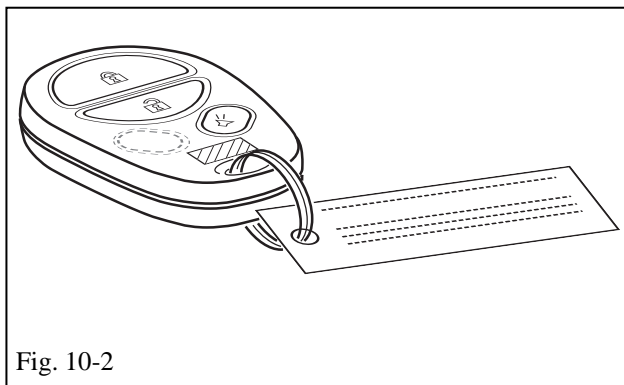

Fig. 10-2
- (d) Attach the Remote Engine Starter Key Tags to the Vehicle Remotes. (Fig. 10-2)